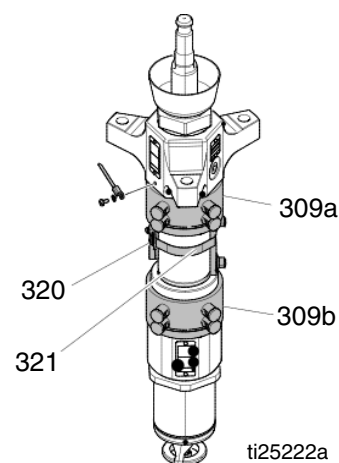

FIG. 29
5. Sur l'ADM, éteignez le chauffage du système (D).
13. Attachez solidement le moteur pneumatique au tirant en faisant passer un câble dans l'anneau de levage du moteur pneumatique et autour du tirant. Voir la FIG. 29, page 53.
14. Desserrez les boulons en U (X) des tiges de levage du cylindre.
15. Retirez les écrous (F) des tiges de séparation de la pompe/du moteur pneumatique à l'extrémité de la pompe.
16. Retirez les écrous (Z) et les boulons maintenant la glissière de câbles à la plaque de support du moteur pneumatique.
18. Retirer les écrous (N) des tiges de levage de suiveur.
19. Desserrez complètement le coupleur de tige de pompe à la tige de moteur pneumatique (G).